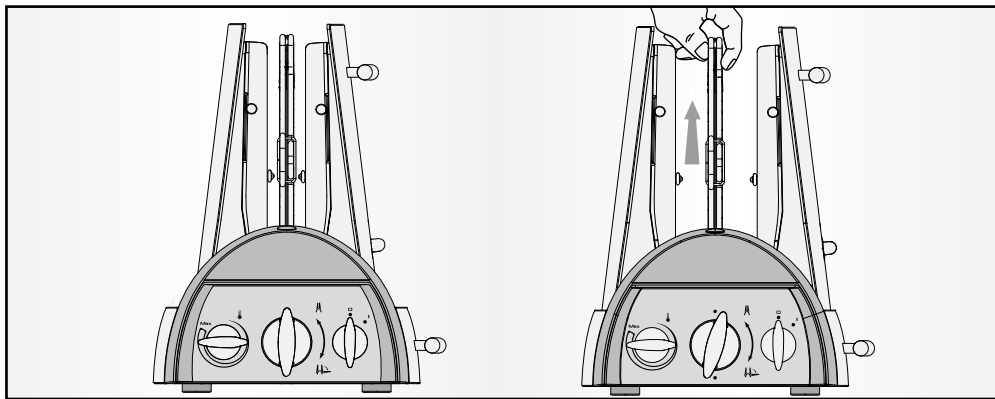
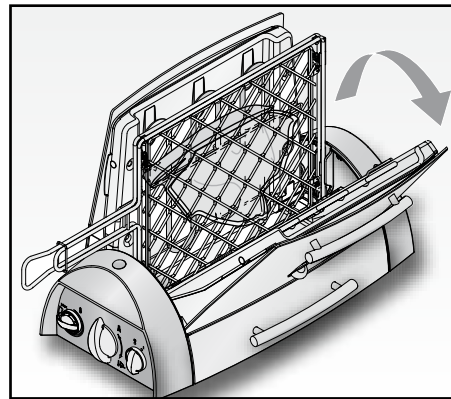

Fig. 2
Fig. 4
- Rimuovere la griglia (16) ruotando la manopola di regolazione distanza piastre (5) in senso orario alla massima estensione, e sfilare la griglia (16) estraendola verso l'altro (Fig. 2).
- Ruotare nuovamente la manopola regola distanza piastre (5) in senso antiorario, per richiudere le piastre.
- Inserire la spina alla presa di corrente, accendere la griglia ruotando la manopola I-O (4); a questo punto la spia (7) si accenderà.
- Attraverso la manopola (6), impostare la potenza della temperatura di cottura.
- Disporre alla massima distanza le piastre, ruotando in senso orario la manopola apertura piastre (5) (Fig. 2).
- Inserire la griglia (16), con il cibo da cuocere, all'interno dell'apparecchio, in modo che i due piedini sulla parte bassa, della griglia, si innestino perfettamente nelle fessure all'interno dell'apparecchio. Riaccostare le griglie ruotando in senso antiorario la manopola apertura piastre (5).
- Regolare la distanza delle piastre (13), in base ai cibi da cuocere, ruotando la manopola (5) (Fig. 2)
- Durante la cottura dei cibi è possibile controllare la cottura: dopo aver aperto le piastre mediante la manopola (5) (Fig. 2), aprire la piastra destra, spostando verso l'alto il cursore apertura piastra (14) e ruotandola verso il basso (Fig. 4).